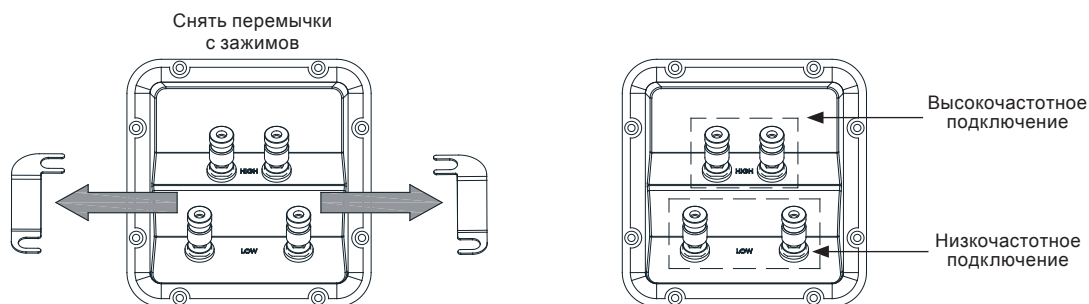

Рис. 9
3. Подключите пару с меткой «HF» к выходу «HF» колонки, а пару с меткой «LF» — к выходу «LF» (рис. 9).
4. Перед установки колонки, которая будет подключена по двухпроводной схеме или с двойным усилением, снимите две позолоченные перемычки на манжете клеммы, ослабив винты клеммы. Сохраните перемычки в надежном месте для будущего использования. Убедитесь, что вы хорошо затянули клеммы на проводах низких и высоких частот (Рис. 9).